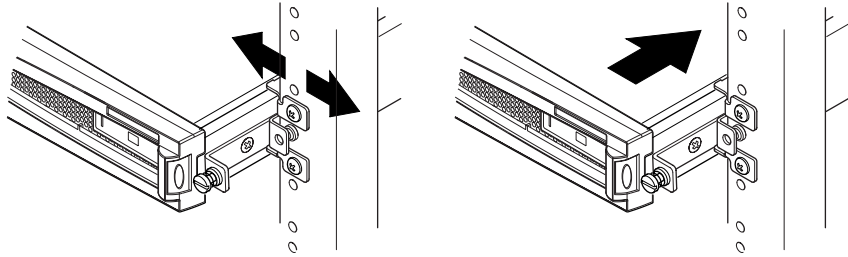

图 2-8 调节滑板安装固定头，将服务器用螺钉拧紧到机架中
8. 将服务器侧面的翼形螺钉对准机架上的滑板安装固定头（请参见图 2-8）。必要时可调节滑板安装固定头，以正确对准服务器。需要将翼形螺钉用手指拧紧。